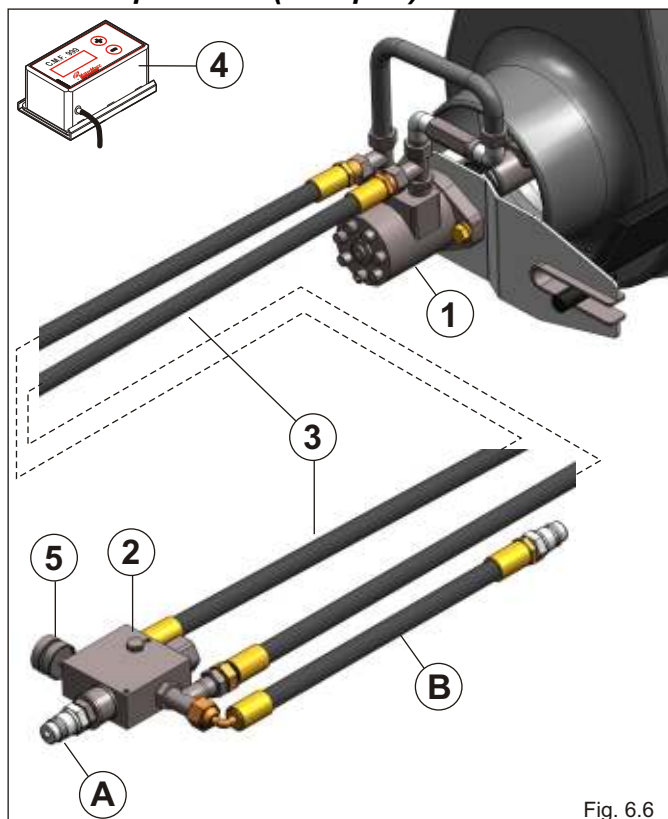

Fig. 6.6
- Уберите защитный картер **9**, открутив четыре болта **V** (Рис.6.6);
- Уберите защитный картер **9**, открутив болты **V** (Рис. 6.6).